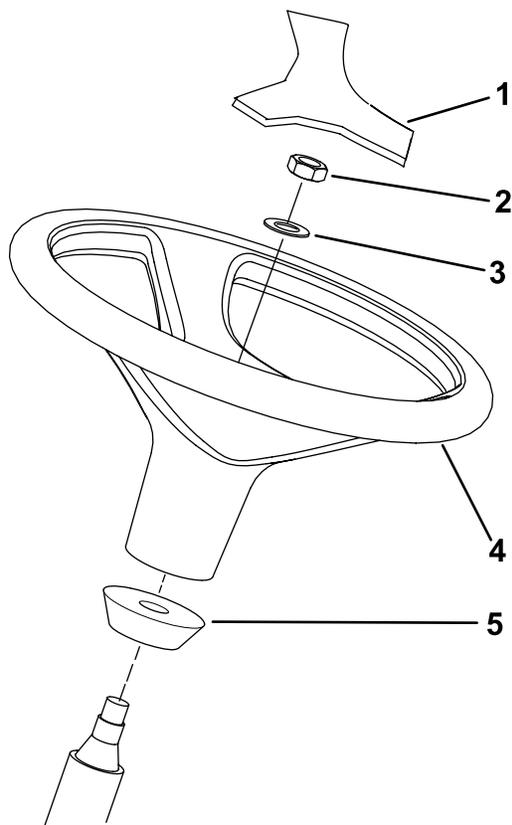

Рисунок 13
1. Снимите рулевое колесо с транспортировочного поддона (Рисунок 13).
**Примечание:** Убедитесь, что кольцо из пеноматериала осталось на рулевом валу (Рисунок 13).
3. Наденьте рулевое колесо и шайбу на рулевой вал (Рисунок 13).
5. Установите крышку на рулевое колесо (Рисунок 13).